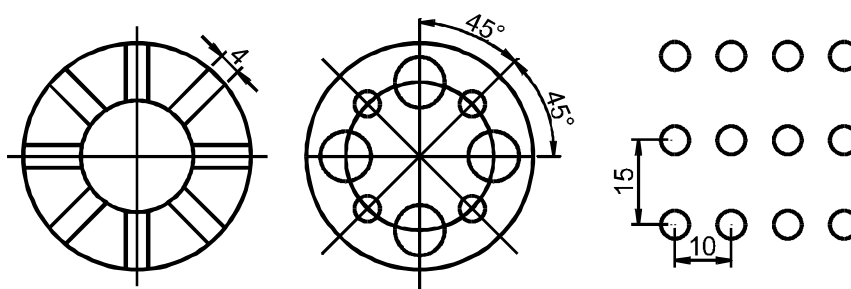

Рис. 39. Графическое задание № 2
9. Выполнить графическое задание № 2 (рис. 39).